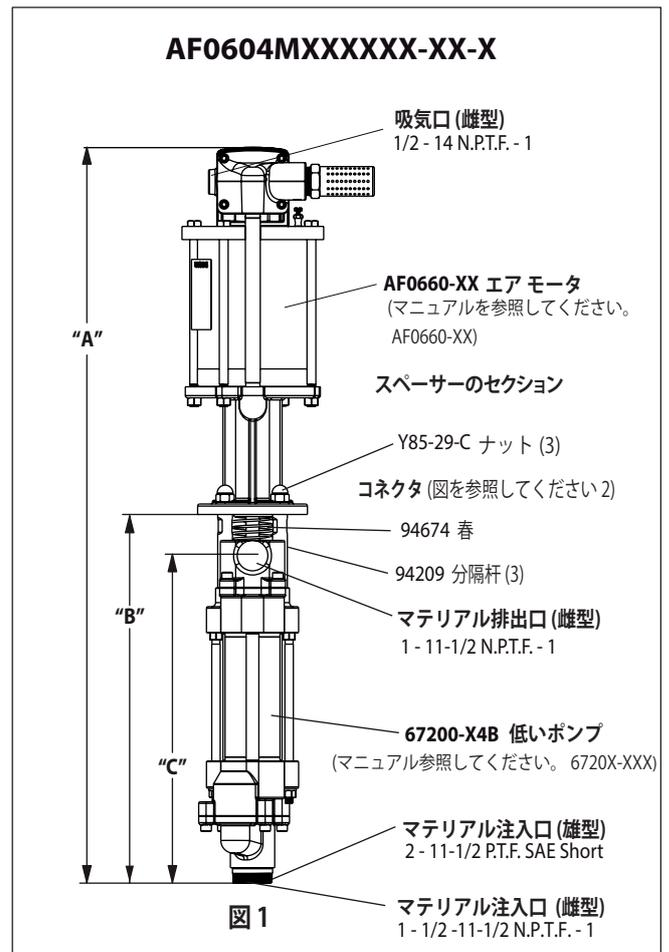

図 1
2. 拆下三根隔离棒上的三只螺母 (Y85-29-C) (见图 1)。
2. (Y85-29-C) 番ナット 3 点を 3 つのスペーサ ロッドから取り外します (図 1 を参照)。